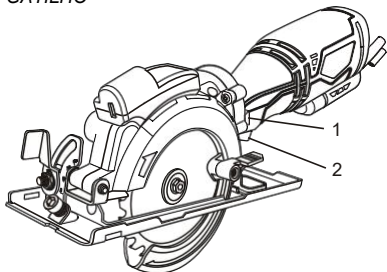

Fig. 7
O botão de bloqueio (1) é um dispositivo de segurança concebido para reduzir a possibilidade de ligar acidentalmente a serra (Fig. 7). Este botão deve ser pressionado antes do interruptor do gatilho (2) poder ser pressionado.